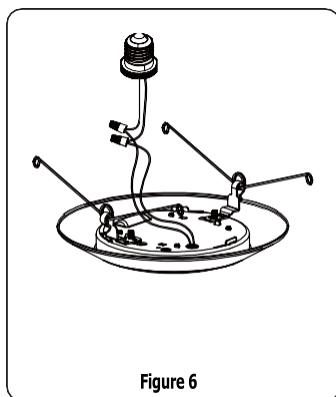

Figure 6
4. Connect luminaire's wires to medium base socket adapter with wire nuts. (Figure 6)
4. Raccorder les fils du luminaire à l'adaptateur de douille à culot moyen à l'aide des capuchons de connexion. (Figure 6)